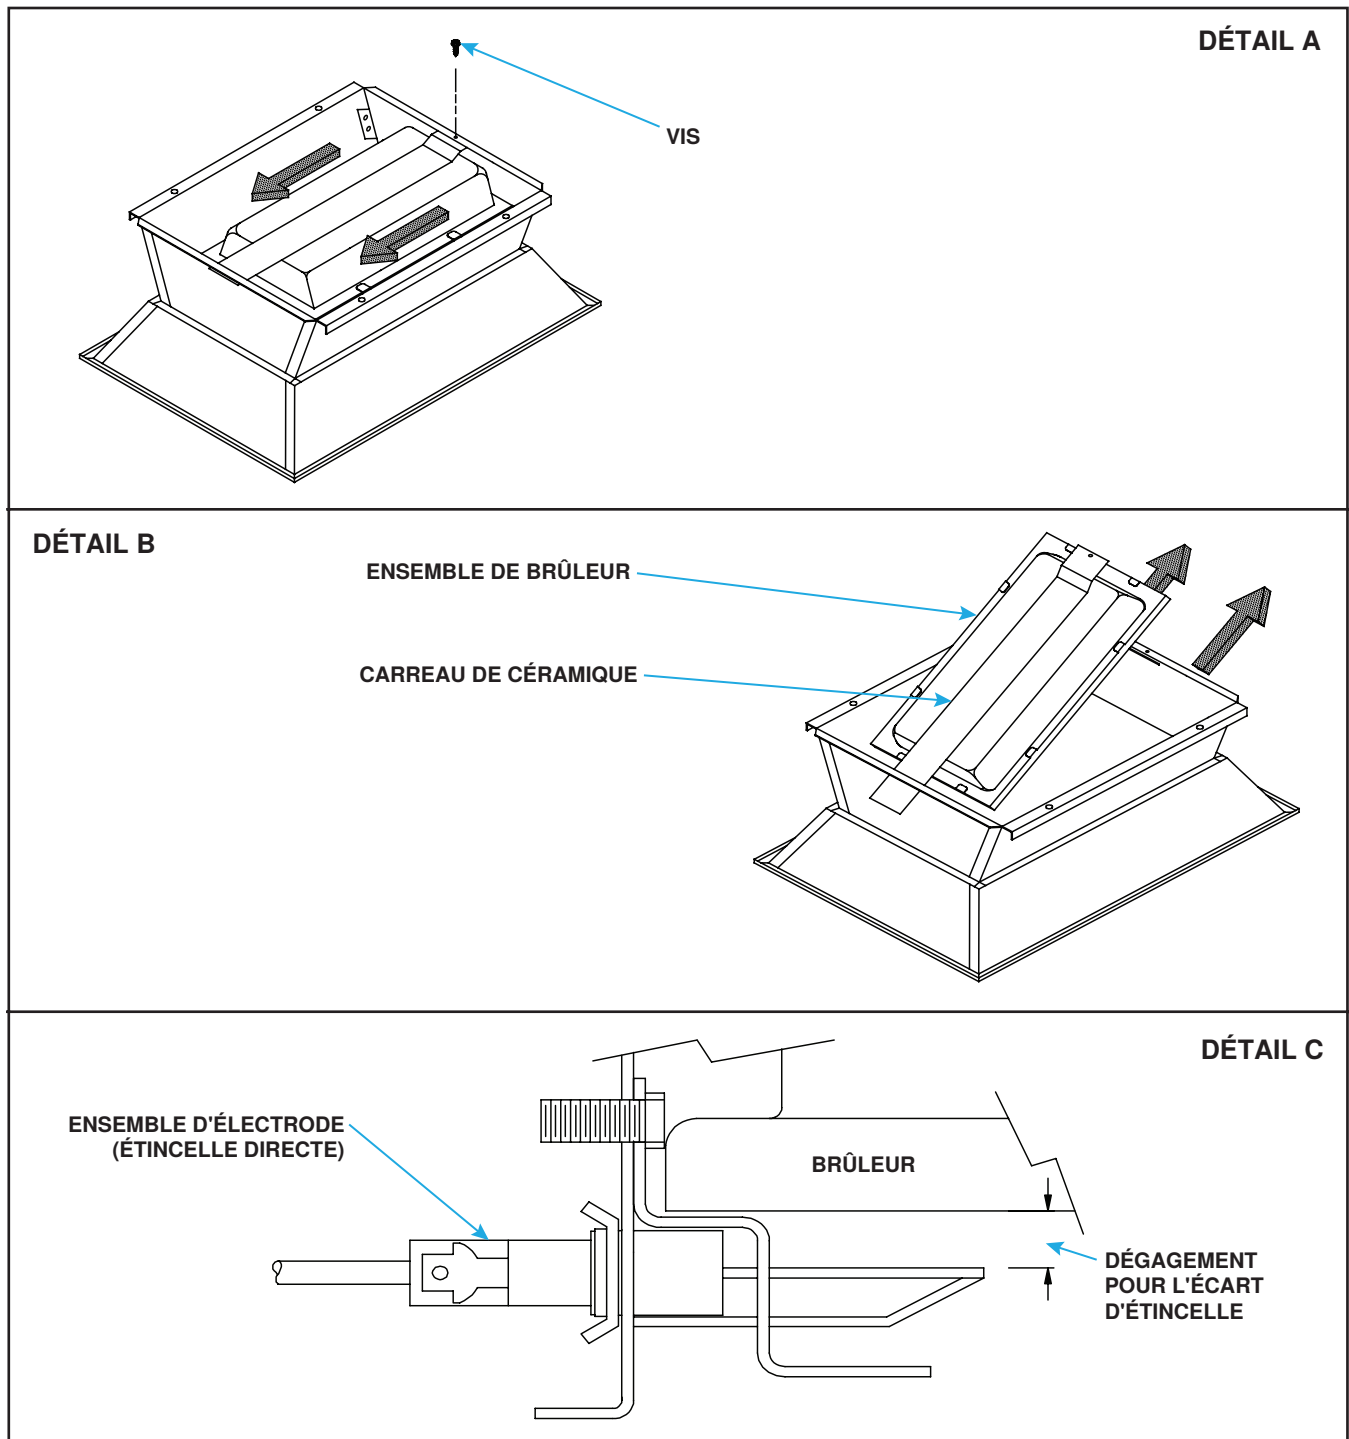

Figure 12. Remplacement du brûleur
1. Retirez la vis et faites glisser l'ensemble du brûleur vers l'arrière (voir Figure 12, DÉTAIL A).
2. Tirez l'ensemble du brûleur vers le haut et vers l'extérieur (voir Figure 12, DÉTAIL B).
3. Vérifiez qu'il y a un espace d'éclateur de 7/32 ($\pm 1/32$) pouce (5.58 (± 0.81) mm) entre la surface du carreau en céramique et les pointes d'étincelles de l'ensemble d'électrodes (étincelle directe). (voir Figure 12, DÉTAIL C).